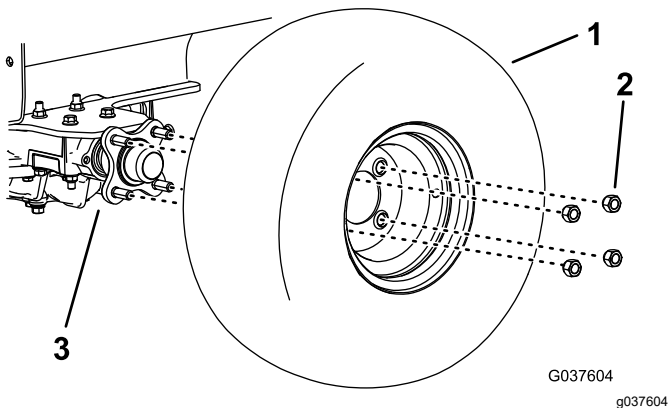

Bild 8
3. Nehmen Sie den rechten Reifen ab (Bild 8).
13. Montieren Sie den rechten Reifen und ziehen Sie die Radmuttern mit 115-142 N·m an, senken Sie die Maschine ab (Bild 8).